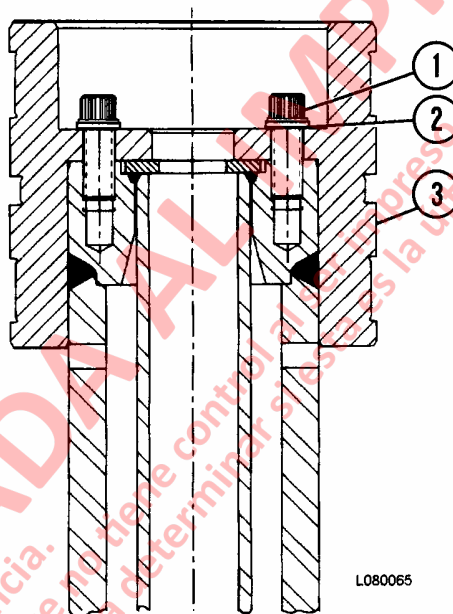

FIGURA 8-23. PISTÓN DE TERCERA ETAPA
2. Alinee y deslice el cilindro de segunda etapa (2) dentro del cilindro de primera etapa (3). Deje que el cilindro de segunda etapa sobresalga lo suficiente para instalar el anillo de retención (9) dentro del cilindro de primera etapa.
3. Monte la caja (4) en el accesorio con el extremo de la cubierta hacia arriba. Instale rodamientos (19) y sello amortiguador (18), sello de la varilla (20) y el excéntrico de la varilla (21) en la caja.
5. Instale rodamientos (13) y (24) en el cilindro de primera etapa (3). Suba y alinee este conjunto sobre la caja (4). Baje los cilindros de primera y segunda etapa hacia la caja.
7. Instale rodamientos (19) y sello amortiguador (18), sello de varilla (20) y excéntrico de varilla (21) en el cilindro de segunda etapa (2).
8. Fije un dispositivo de elevación a la argolla de la varilla (1) y alinéelo sobre la caja (4). Instale el cojín (25) en la varilla con la esquina biselada hacia la argolla de la varilla. Baje la varilla a la caja. Lubrique la varilla con aceite hidráulico.
9. Gire la caja en 180° para posicionar el extremo de la cubierta en la parte superior. Saque el retén que se instaló en el Paso 5. Instale los rodamientos (17) y el sello (16) en el retén del rodamiento de la varilla (6).
10. Atornille dos pernos guía - 100 mm (4 in.) de largo - en el extremo de la varilla (1). Instale el sello (8) en el extremo de la varilla.
11. Alinee el retén del rodamiento de la varilla del pistón (6) sobre los pernos guía y bájelo sobre el extremo de la varilla (1). Saque los pernos guía.
12. Revise cuidadosamente los pernos (1, Figura 8-23) para ver si están fatigados y en caso de duda, reemplácelos.
13. Lubrique los pernos (1, Figura 8-23) con grasa en base a litio. Instale los pernos y la placa (2). Apriete los pernos con torque de **780 N.m. (575 ft. lbs.)**.